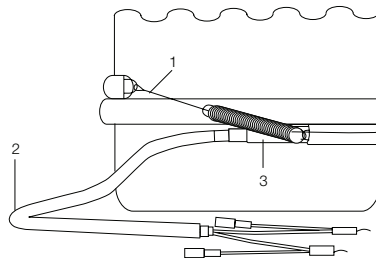

Рис. 1
3. Демонтируйте термоизоляцию корпуса компрессора. Смонтируйте нагреватель в соответствии с рис. 1. Петля (1) выполняется на проволочной тяге в месте, обеспечивающем натяжение пружины, достаточное для плотного облегания компрессора нагревателем. Саморегулирующийся нагреватель должен плотно облегал компрессор.
4. Установите термоизоляцию. Кабель питания (2) нагревателя не должен соприкасаться с